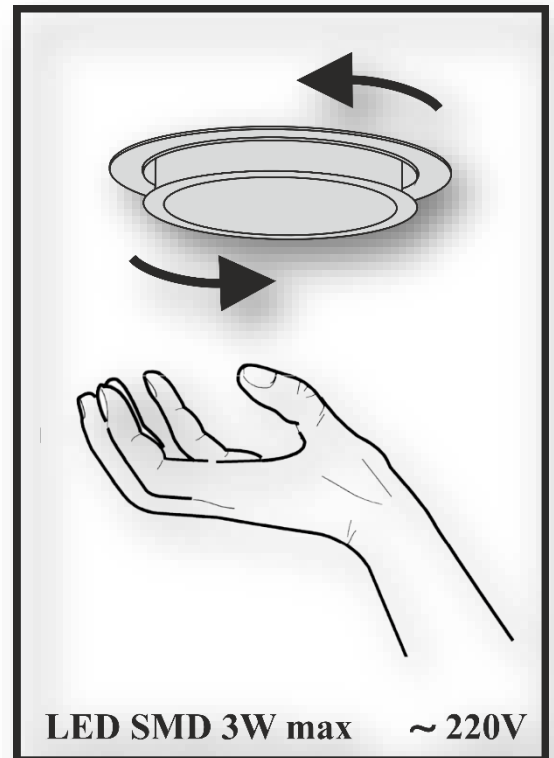

Рис.8
7.12 На витяжці встановленні **LED SMD** лампи підсвітки робочої зони плити. Перед початком заміни ламп освітлення необхідно відключити витяжку від електромережі, дати можливість охолонути лампам. Для заміни лампи необхідно зняти алюмінієві фільтри, відтиснути тримач патрона так, щоб лампа вийшла з корпусу витяжки і повернувши її проти годинникової стрілки (**рис.8**). Замість неї необхідно встановити нову з тими ж характеристиками і встановити фільтри.